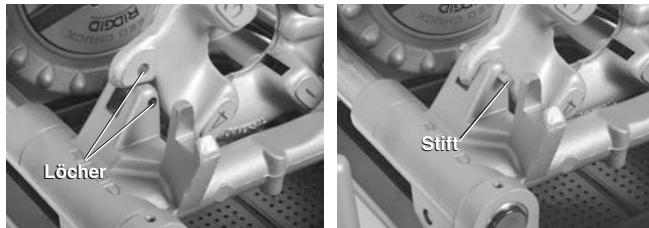

Abbildung 24 – Linksschneidkopf sichern
- Setzen Sie zur Sicherung einen $\frac{5}{16}$ "-Stift über eine Länge von 2" durch die Löcher in der Schlittenaufklage und dem Linksgewindeschneidkopf ein (siehe Abbildung 24).